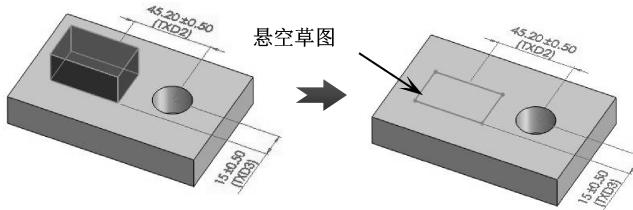

图 2-162 删除父实体产生的悬空尺寸
- 悬空：表示不能解出的草图几何体。例如，删除用来定义另一草图实体的实体，如图 2-162 所示，在 FeatureManager 设计树中草图以褐色显示。